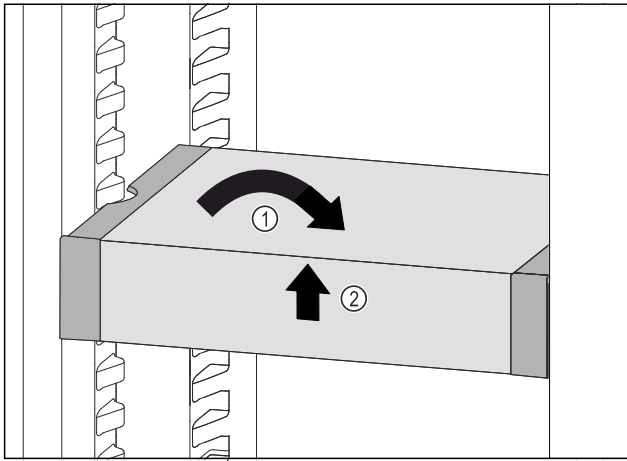

Fig. 128
- ▶ Установите VarioSafe прямо. Fig. 128 (1)
- ▶ Приподнимите VarioSafe спереди. Fig. 128 (2)